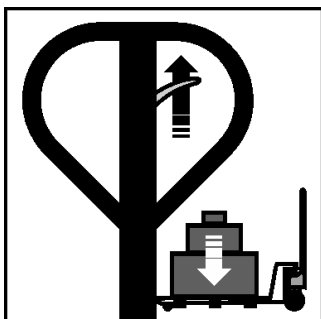

Fig. 9 – Baixando a carga
c. Posicione a alavanca para cima para baixar a carga, conforme fig. 9.